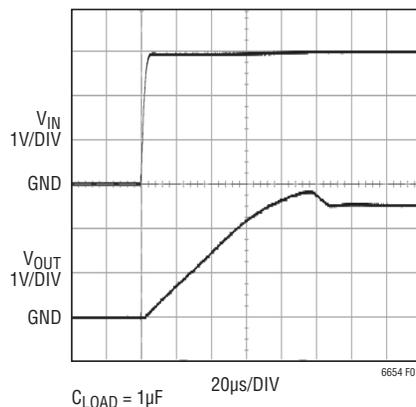
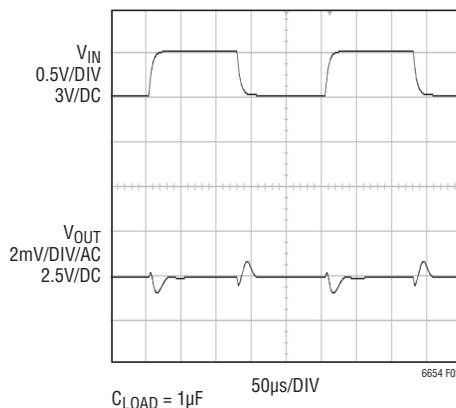

図1. LT6654-2.5のターンオン特性
図2. V_{IN} の0.5Vリップルに対する出力応答
0.1 μ Fの入力バイパス・コンデンサと1 μ Fの負荷コンデンサを使ったLT6654-2.5のターンオン時間を図1に示します。同じコンデンサを使ったときの V_{IN} の0.5Vの過渡に対する出力応答を図2に示します。